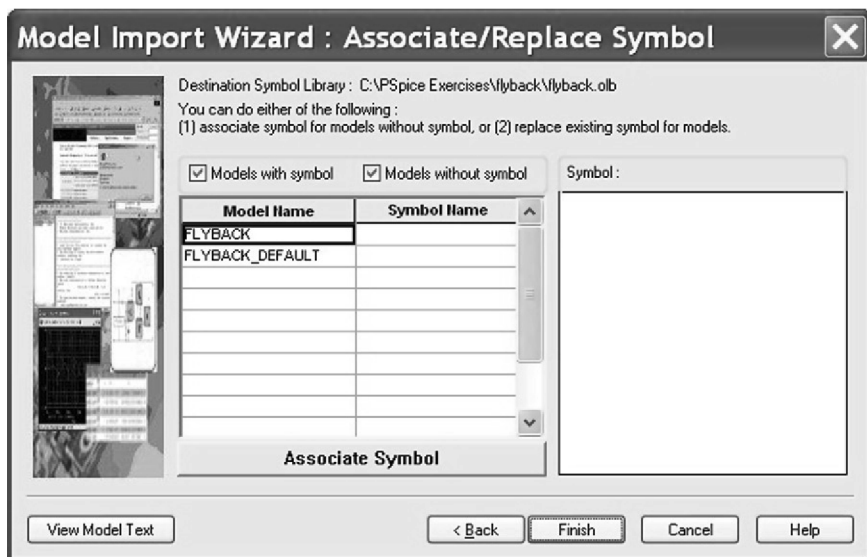

图 21.22 PSpice 模型与符号相关联
5. 图 21.22 为 Associate/Replace Symbol 元件符号关联/替换窗口，单击窗口中的 Associate Symbol 按钮。首先选择模型 Flyback，然后单击 Associate Symbol 按